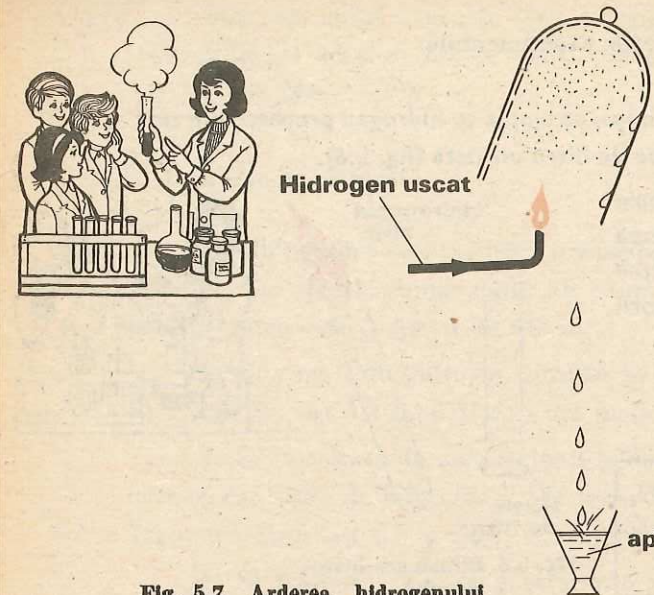

Fig. 5.7. Arderea hidrogenului sub un clopot de sticlă →
La început, clopotul se umple cu o ceață densă, iar apoi, vaporii de apă se condensează pe pereții reci ai clopotului. După un timp, picăturile de apă se preling pe pereți și pot fi culese într-un vas (fig. 5.7).
1. În laborator, formarea apei se poate demonstra prin arderea, sub un clopot de sticlă (sau un pahar Berzelius), a hidrogenului uscat obținut în experiența de la pagina 117 ($\text{Zn} + \text{HCl}$) (fig. 5.7).